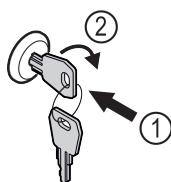

Fig. 171
- Пъхнете ключа Fig. 171 (1).
- Завъртете го на 90° по посока на часовниковата стрелка Fig. 171 (2).